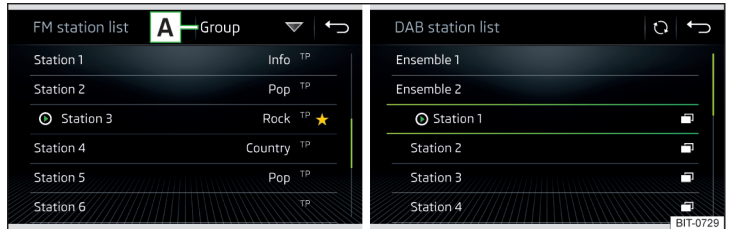

Fig. 175 Exemple de liste de stations disponibles FM/DAB
► Pour **trier** (FM) les stations dans l'ordre alphabétique, par groupe ou par genre, appuyez sur la touche [A] » fig. 175 » [!].
- Pour **filtrer** les stations selon le type de programme (culture, musique, sport, etc.), dans la liste des stations FM¹⁾ et DAB²⁾, appuyez sur la touche de fonction **A** » fig. 175.
- Pour la **mise à jour automatique**, appuyez sur la touche  » fig. 175.